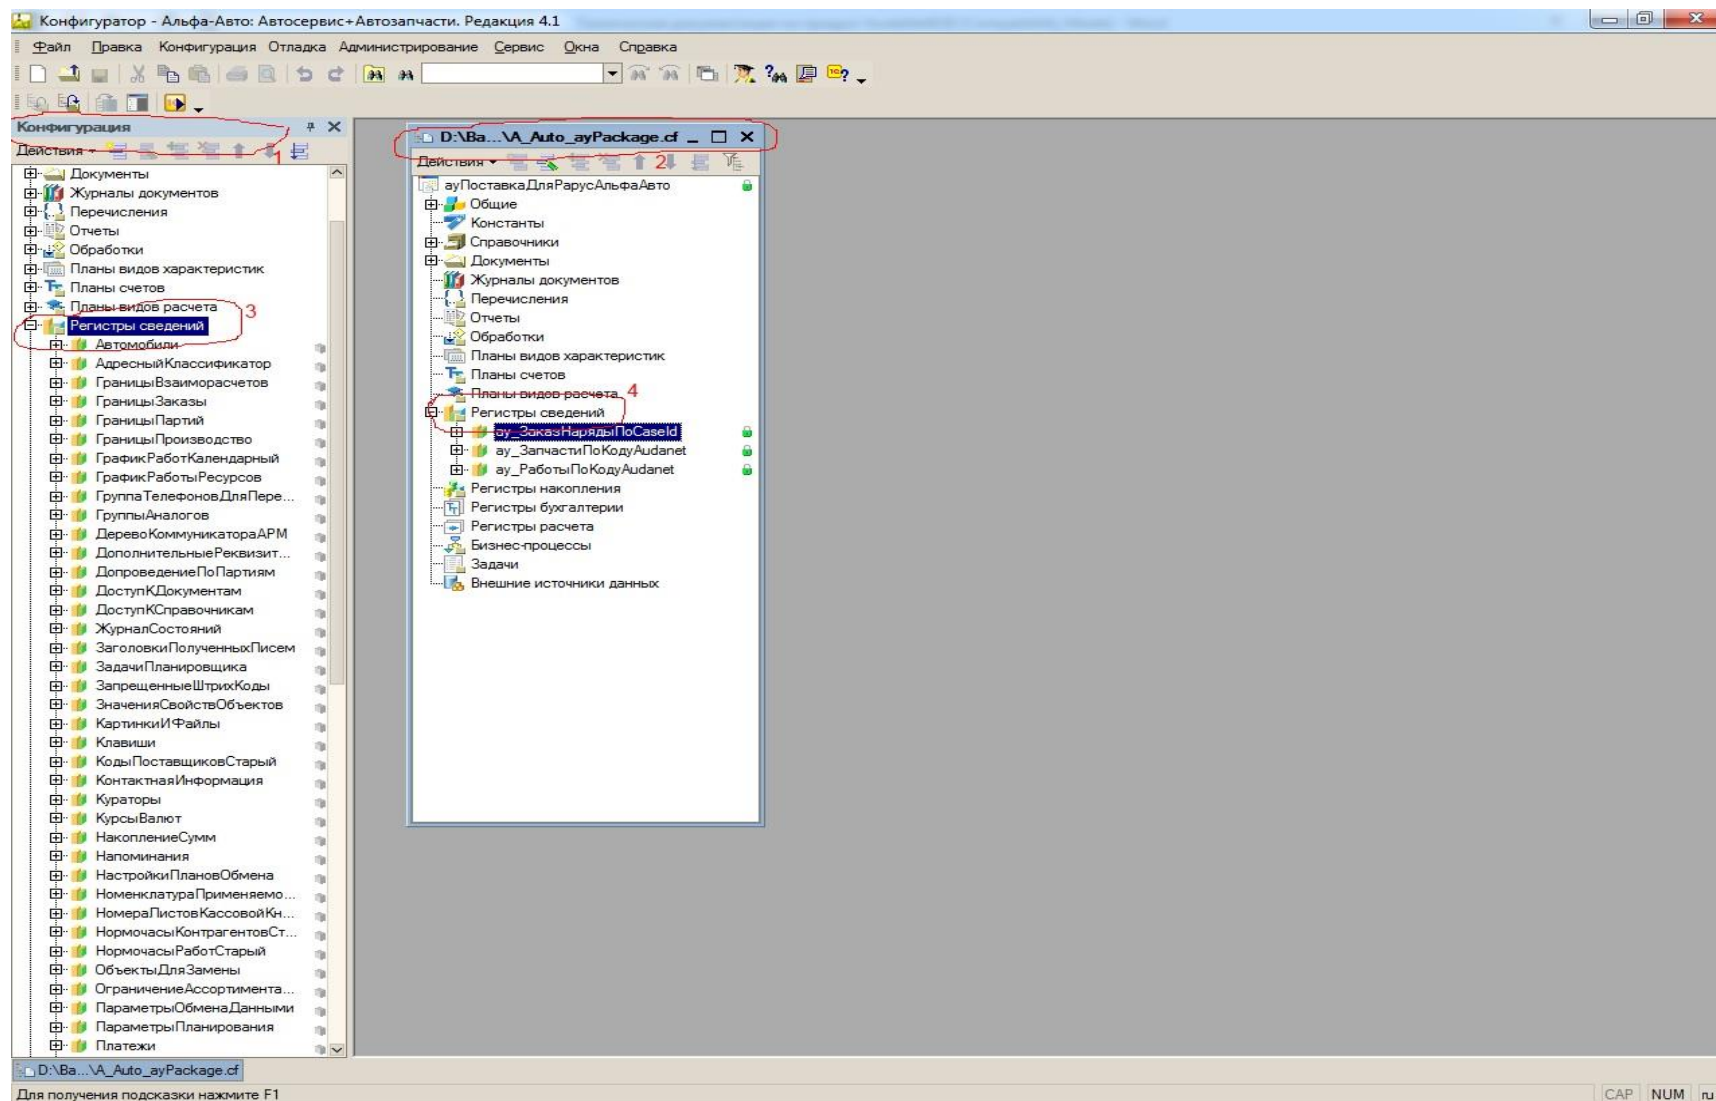

Рисунок 5. Перенос регистров из конфигурации поставки в **«Альфа-авто: автосервис + автозапчасти. Редакция 4.1»**.
4. Открыть файл поставки через меню «Файл (File)» - «Открыть (Open)». Данное действие откроет ещё одно окно, на этот раз уже с развернутым деревом метаданных конфигурации поставки. На рис. 5 левое окно с деревом метаданных (1) - **«Альфа-авто: автосервис + автозапчасти. Редакция 4.1»**, а правое окно с деревом метаданных (2) – конфигурация поставки. В дереве конфигурации поставки так же необходимо раскрыть ветку «Регистры сведений» (см. рис. 5). Для переноса всех трех регистров сведений из конфигурации поставки в достаточно поочередно скопировать каждый из трех регистров сведений в ветке конфигурации файла поставки (4) и затем вставить в конфигурацию **«Альфа-авто: автосервис + автозапчасти. Редакция 4.1»** (3).